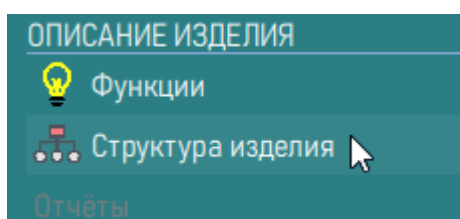

Рисунок 131 – Секция «Описание изделия» кнопка «Структура изделия»
3) На открывшейся панели в секции «Описание изделия» нажать кнопку «Структура изделия» (рисунок 131).